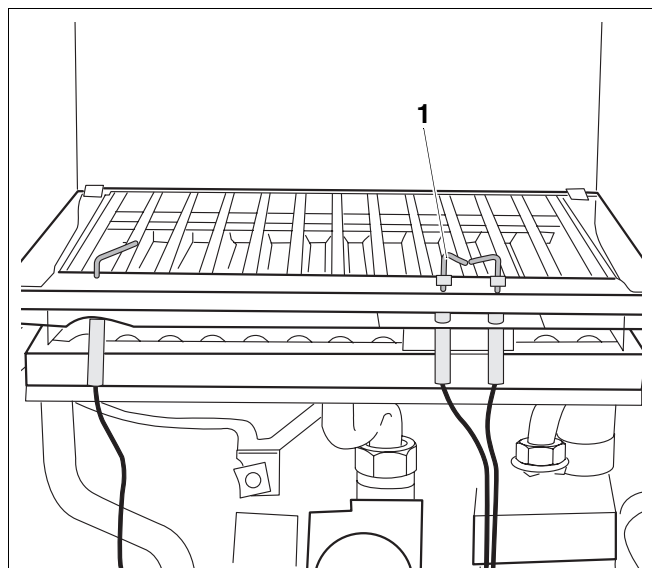
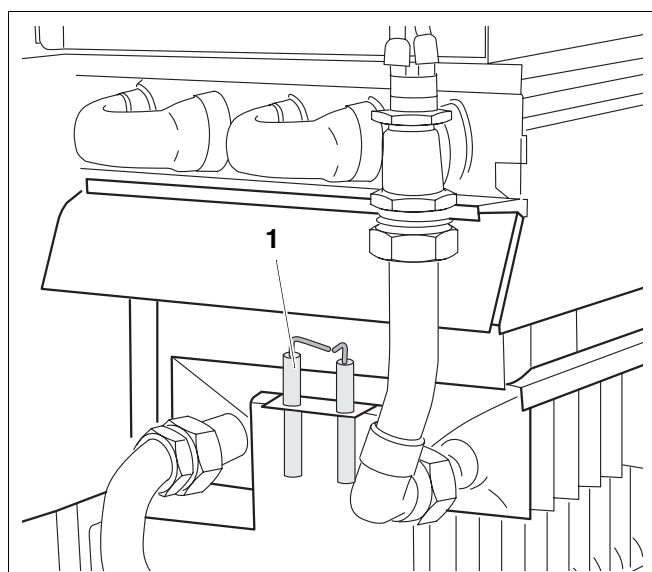

Fig. 22 Înlocuirea electrodului de aprindere U002/U004
Fig. 23 Înlocuirea electrodului de aprindere U102/U104
- Se desfac șuruburile de fixare și se scoate electrodul de aprindere (Fig. 22, Poz. 1 sau Fig. 23).